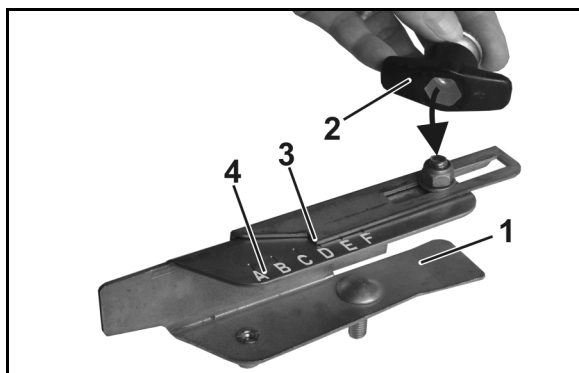

图 79
3. 通过翼型螺母 (图 79/2) 的内六角松脱叶片外侧部件 (图 79/1) 的螺栓。
4. 依据撒播表将读取边 (图 79/3) 设定在刻度盘 (图 79/4) 的字母上并且重新拧紧螺栓。